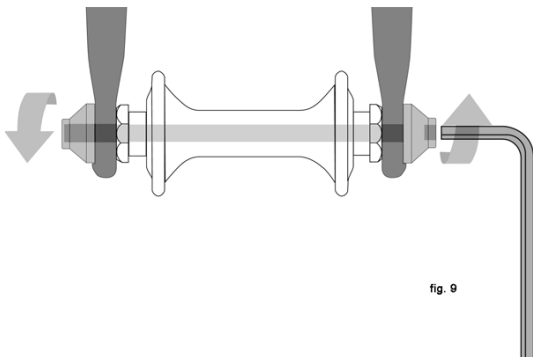

fig. 9
- Un asse del mozzo cavo con un perno che presenta un dado a un'estremità e un innesto per chiave esagonale, una leva di bloccaggio o un altro dispositivo bloccante all'altra (perno e bullone, fig.9)